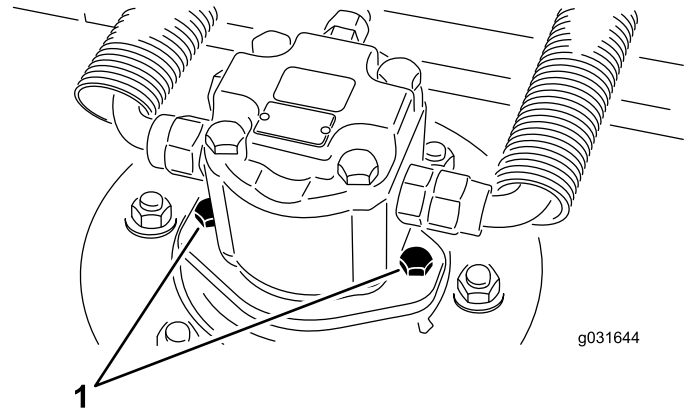

図 68
2. 油圧モータ取り付けねじを外して、カッティングユニットから油圧モータを外す 図 68。
4. 油圧モータ取り付けねじで、カuttingユニットに油圧モータを取り付ける 図 68。